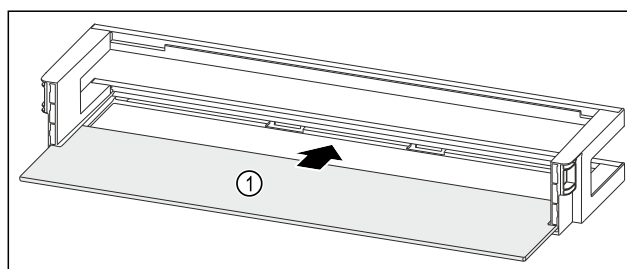

Fig. 139 Raft montat pe ușă cu raft
- Împingeți în interior raftul Fig. 139 (1) în degajările laterale.